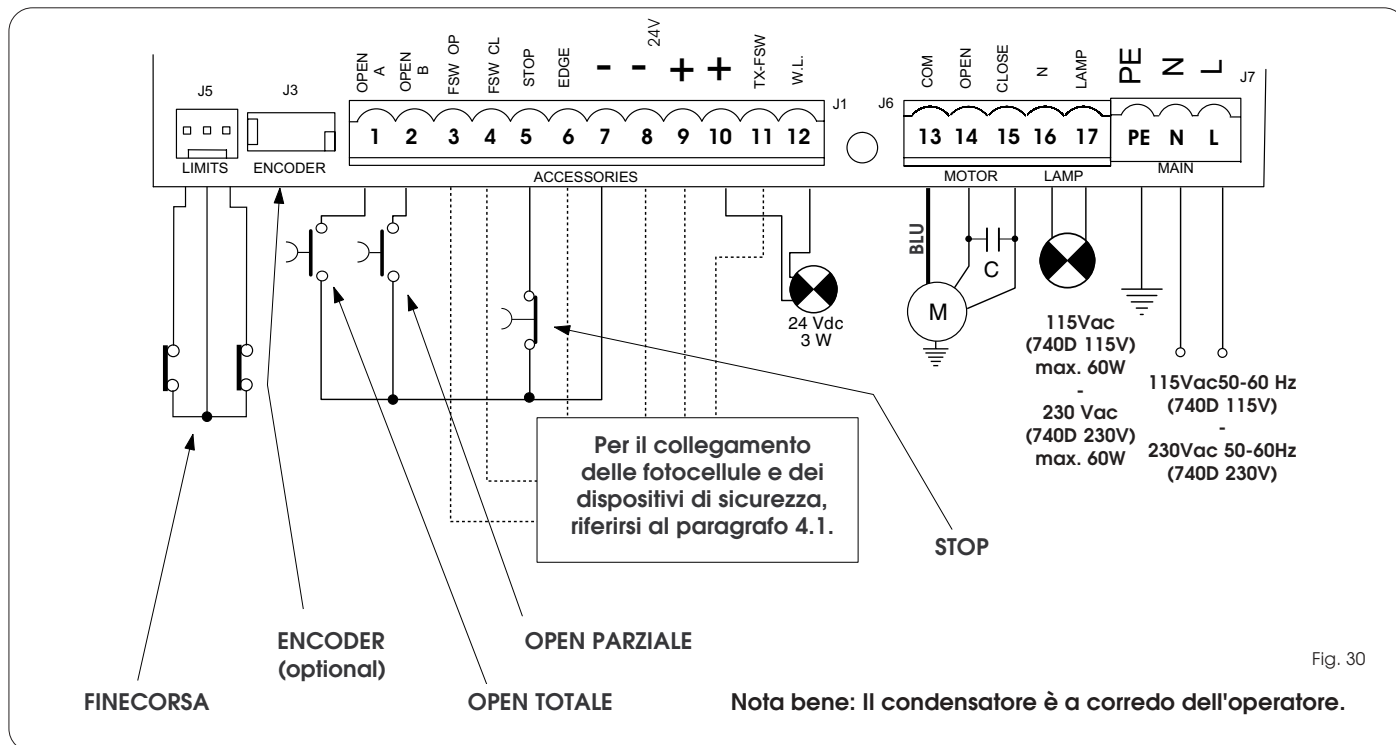

Fig. 30
- Collegare il cavo di terra all'apposito morsetto previsto sul connettore J7 dell'apparecchiatura (vedi fig. 30).
#### 4.2. Morsetti J7 - Alimentazione (fig. 30)
#### 4.3. Morsetti J6 - Motori e lampeggiatore (fig. 30)
#### 4.4. Morsetti J1 - Accessori (fig. 30)
**4.6. Connettore J6 - Innesto rapido Finecorsa (fig. 30)**
Questo ingresso è predisposto per la connessione rapida dei finecorsa di apertura e di chiusura che possono dare l'arresto dell'anta, oppure l'inizio del rallentamento, oppure la frenata (vedi programmazione avanzata Par. 5.2.). Nei motoriduttori dove è prevista la centrale incorporata, questo collegamento è già precablato di serie (fig. 30). Per la direzione di apertura dell'anta vedi programmazione avanzata Par. 5.2.
**4.7. Connettore J3 - Innesto rapido Encoder (fig. 30)**